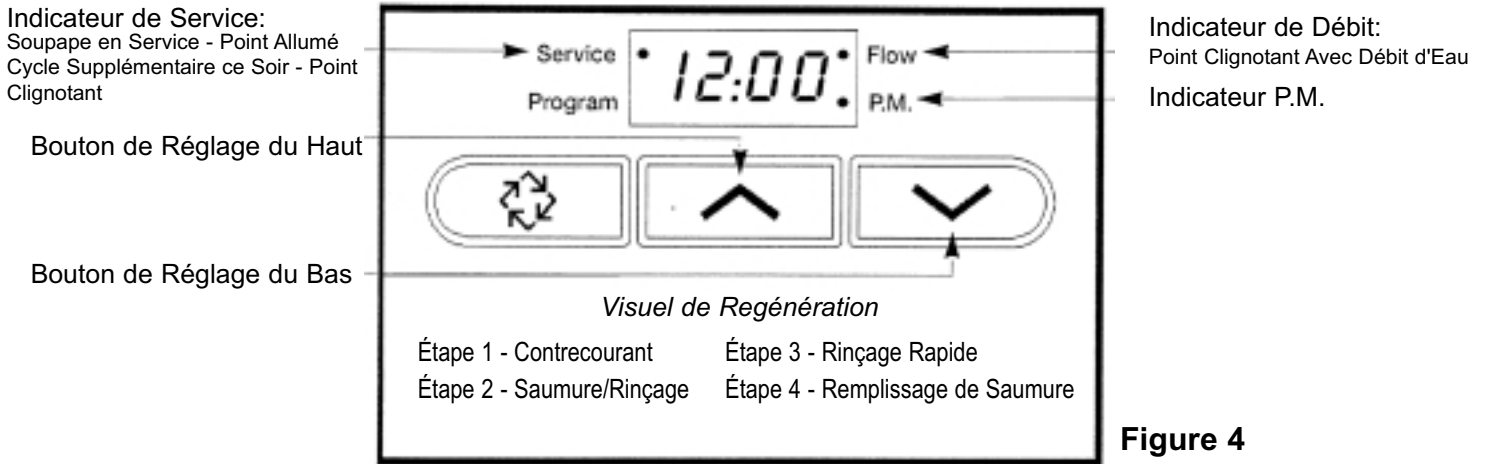

Figure 4
8. Brancher le transformateur de 24-volt dans une prise de 120 VAC 60 Hz. Cette soupape a quatre positions: 1) Brine/slow rinse 2) Backwash 3) Rapid Rinse et 4) Brine Refill. Lorsque la valve est en position de 'Service' le bouton de cycle supplémentaire (bouton situé à la gauche voir figure 4) doit être pressé et retenu pendant 5 secondes pour faire avancer la soupape en Position 1 - Brine/ slow rinse (1...59). Appuyer de nouveau sur le bouton du cycle supplémentaire pour faire avancer la soupape en Position 2 - Backwash (2...9). Lentement ouvrir l'alimentation d'eau pour que l'appareil fasse son contrecourant ce qui éliminera l'air du réservoir et nettoiera le système.
Voir Figure 4. Appuyer soit sur le bouton UP ou DOWN pour ajuster le temps de jour par numéro. Pour ajuster plusieurs numéros, appuyer et retenir le bouton UP ou DOWN.